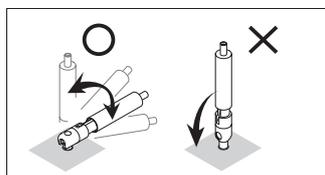

図9
- 自在タイプの金具は傾斜張りに対応するように自由に回転しますが、金具が回転しない逆の方向に力が加わるような使い方は絶対にしないでください。金具の破損の原因になるばかりか思わぬ事故の原因となります(図9)。